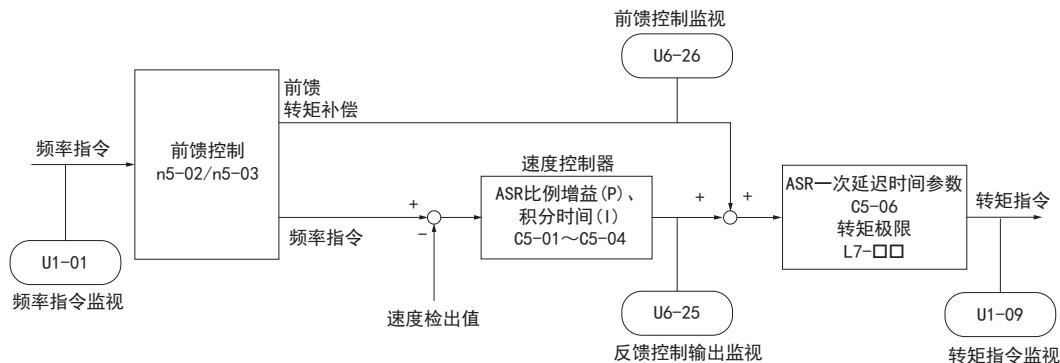

图 5.115 前馈控制
2. 自学习中如果可将电机连接到机械上运行，请执行惯性自学习（T1-01/T2-01 = 8），自动调整前馈控制。如果不能执行惯性自学习，请参照图 5.115 单独设定前馈控制相关的参数。